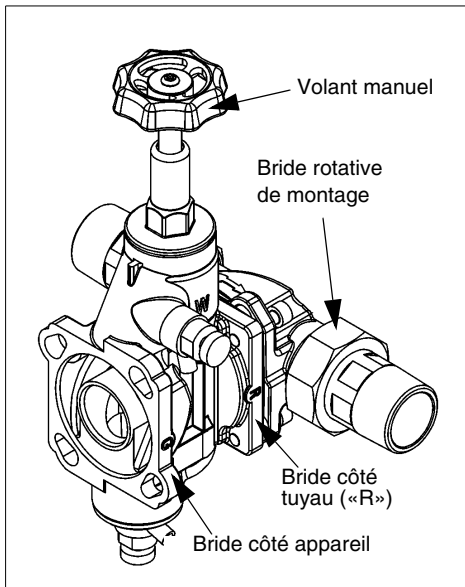

Fig. 8: Vanne de dérivation
- Relier la vanne de dérivation côté "R" (Réseau) et la bride de montage rotative en prenant soin d'encliqueter la baïonnette (cf. fig. 8).